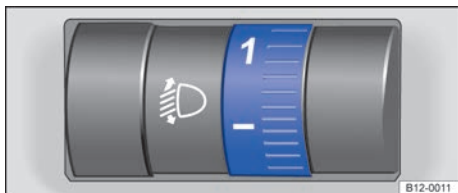

Fig. 81 Junto al volante: regulador del alcance de las luces.
– Gire el regulador fig. 81 a la posición necesaria (ejemplos de estados de carga1) del vehículo):